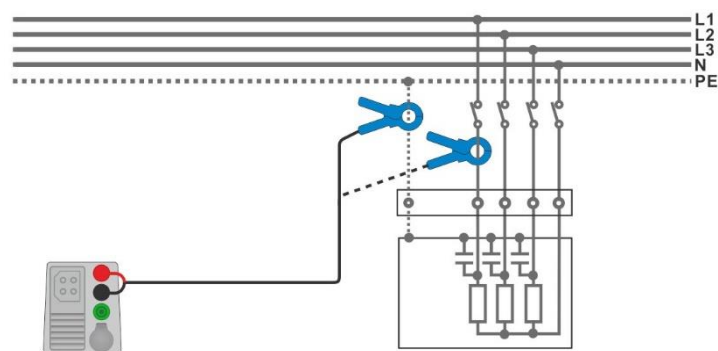

Abbildung 7.106: PE Fehlerstrom- und Laststrommessungen
- › Schließen Sie die Prüfleitungen am Prüfling an, siehe **Abbildung 7.106**.